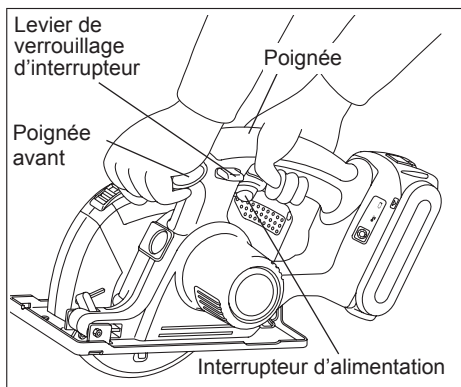

Fig. 8
Maintenez l'outil avec les deux mains. (Voir la fig. 8) N'essayez pas de retirer le matériau scié alors que la lame tourne.
- Tenez toujours la poignée dans une main et la poignée avant dans l'autre. (Voir la fig. 8). Maintenez une pression ferme et pressez complètement le commutateur.